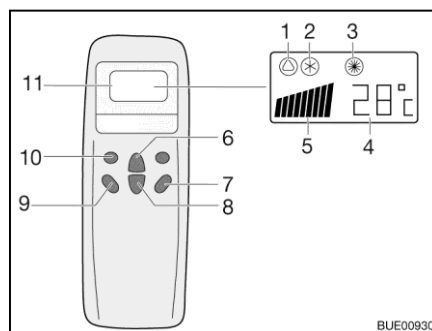
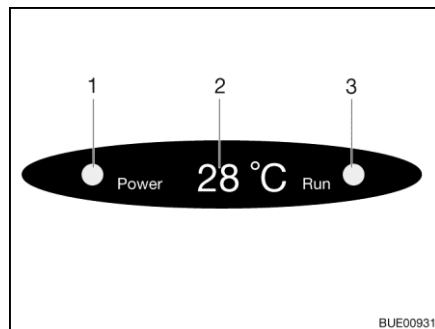

Fig. 225 Telecomando
Fig. 226 Display su diffusore
- Premere il tasto "ON/OFF" (Fig. 225,7).
- Premere il tasto "Mode" (Fig. 225,10) spesso, finché la modalità desiderata (Fig. 225,1, 2 o 3) viene visualizzata sul display. La spia di controllo relativa sul display sul diffusore (Fig. 226,3) si accende.
- Con i tasti di aumento della temperatura (Fig. 225,6) o di riduzione della temperatura (Fig. 225,8) regolare la temperatura desiderata.
- Con il tasto numero di giri ventola (Fig. 225,9) selezionare il livello desiderato per la ventola.